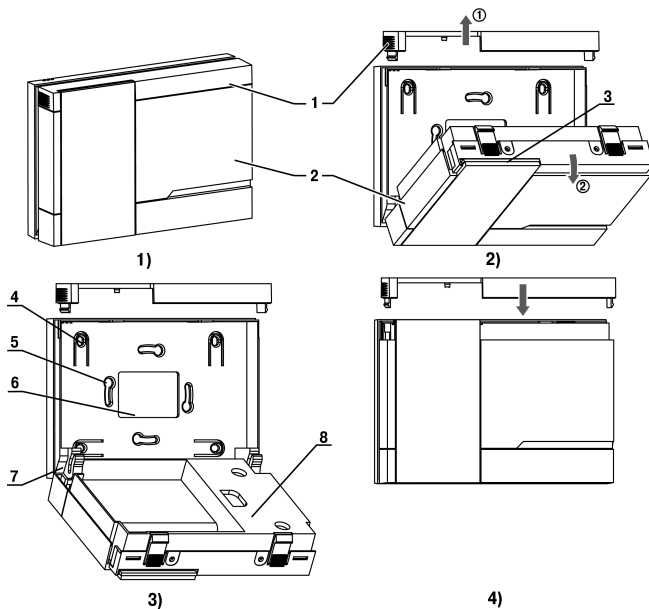

Рисунок 4.3 – Монтаж прибора настенного исполнения H2
1. Подготовить прибор к монтажу. Для этого следует снять фиксирующую планку (рисунок 4.3, 2, поз. 1) и отсоединить электронный блок (там же, 2, поз. 2) от кронштейна (там же, 2, поз. 3).